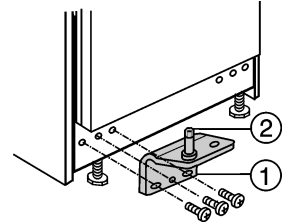

Fig. 9
- ▶ Шарнірний гвинт Fig. 9 (2) у опорному кронштейні Fig. 9 (1) з підкладною шайбою вставити у опору дверей.
- ▶ Закрутіть опорний кронштейн Fig. 9 (1) **(із зусиллям 4 Нм)**.